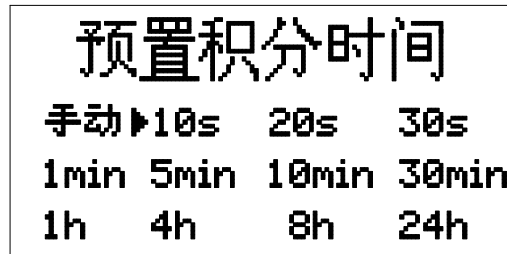

图 13 显示器的预置时间界面
- 将模式选择开关置于“积分”，声级计即进入预置积分时间的界面，见图 13。快速按动功能
按钮，选择所要求的测量持续时间，标志“o”右方所指向的即为所选定的积分时间，如在图 13 中，选择的积分时间为 10 s。